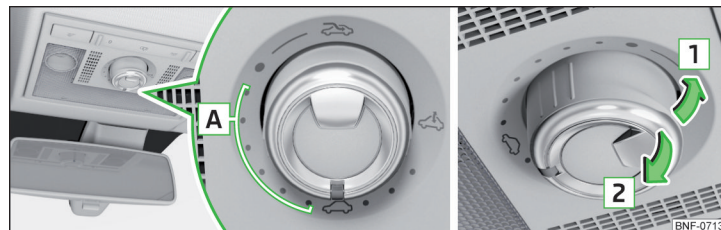

Bild 38 Manövrering av solluckan
- Ställ in omkopplaren i läge ↩ » bild 38 på sidan 43.